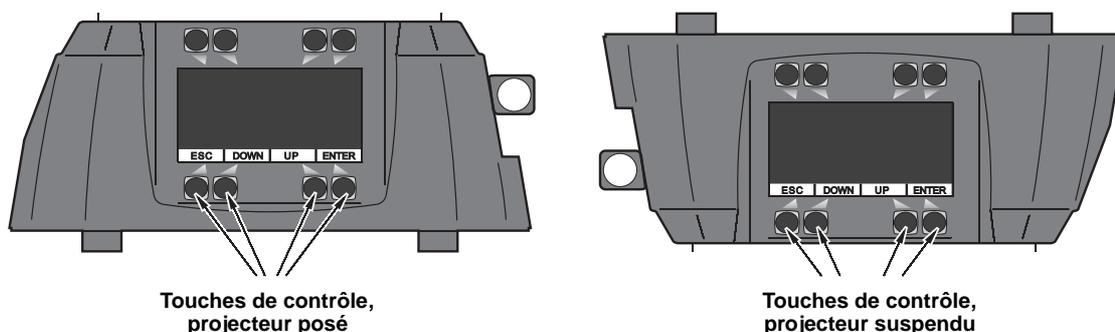

Figure 3: Touches de contrôle
- Voir Figure 3. Il y a deux jeux de touches. Si le projecteur est en suspension, appuyez sur les touches placées sous l'afficheur. L'afficheur s'inverse automatiquement pour assurer la lecture des informations et des menus.